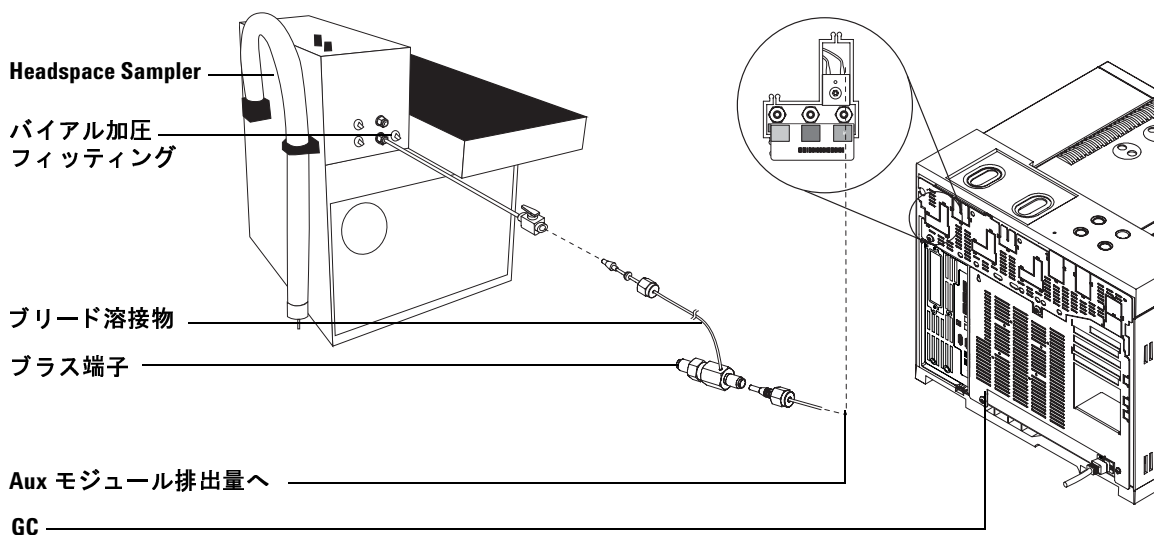

図 15 Headspace Sampler と Aux モジュールの接続
- 8 図 15 のように、チューブと Swagelok フィッティングを使用して、適切な Aux モジュール排出量、ブリード溶接物、および VIAL PRESSURE フィッティングを Headspace Sampler 背面のオン / オフバルブに接続します。ブリード溶接物のプラス端子には触らないでください。